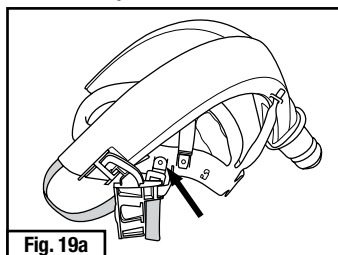

Fig. 19a
1. Localize os pontos de fixação da tira para o queixo na suspensão (carneira). A Fig. 19a mostra uma tira para o queixo fixa com a seta apontando para o ponto onde se prende a fixação na suspensão (carneira).